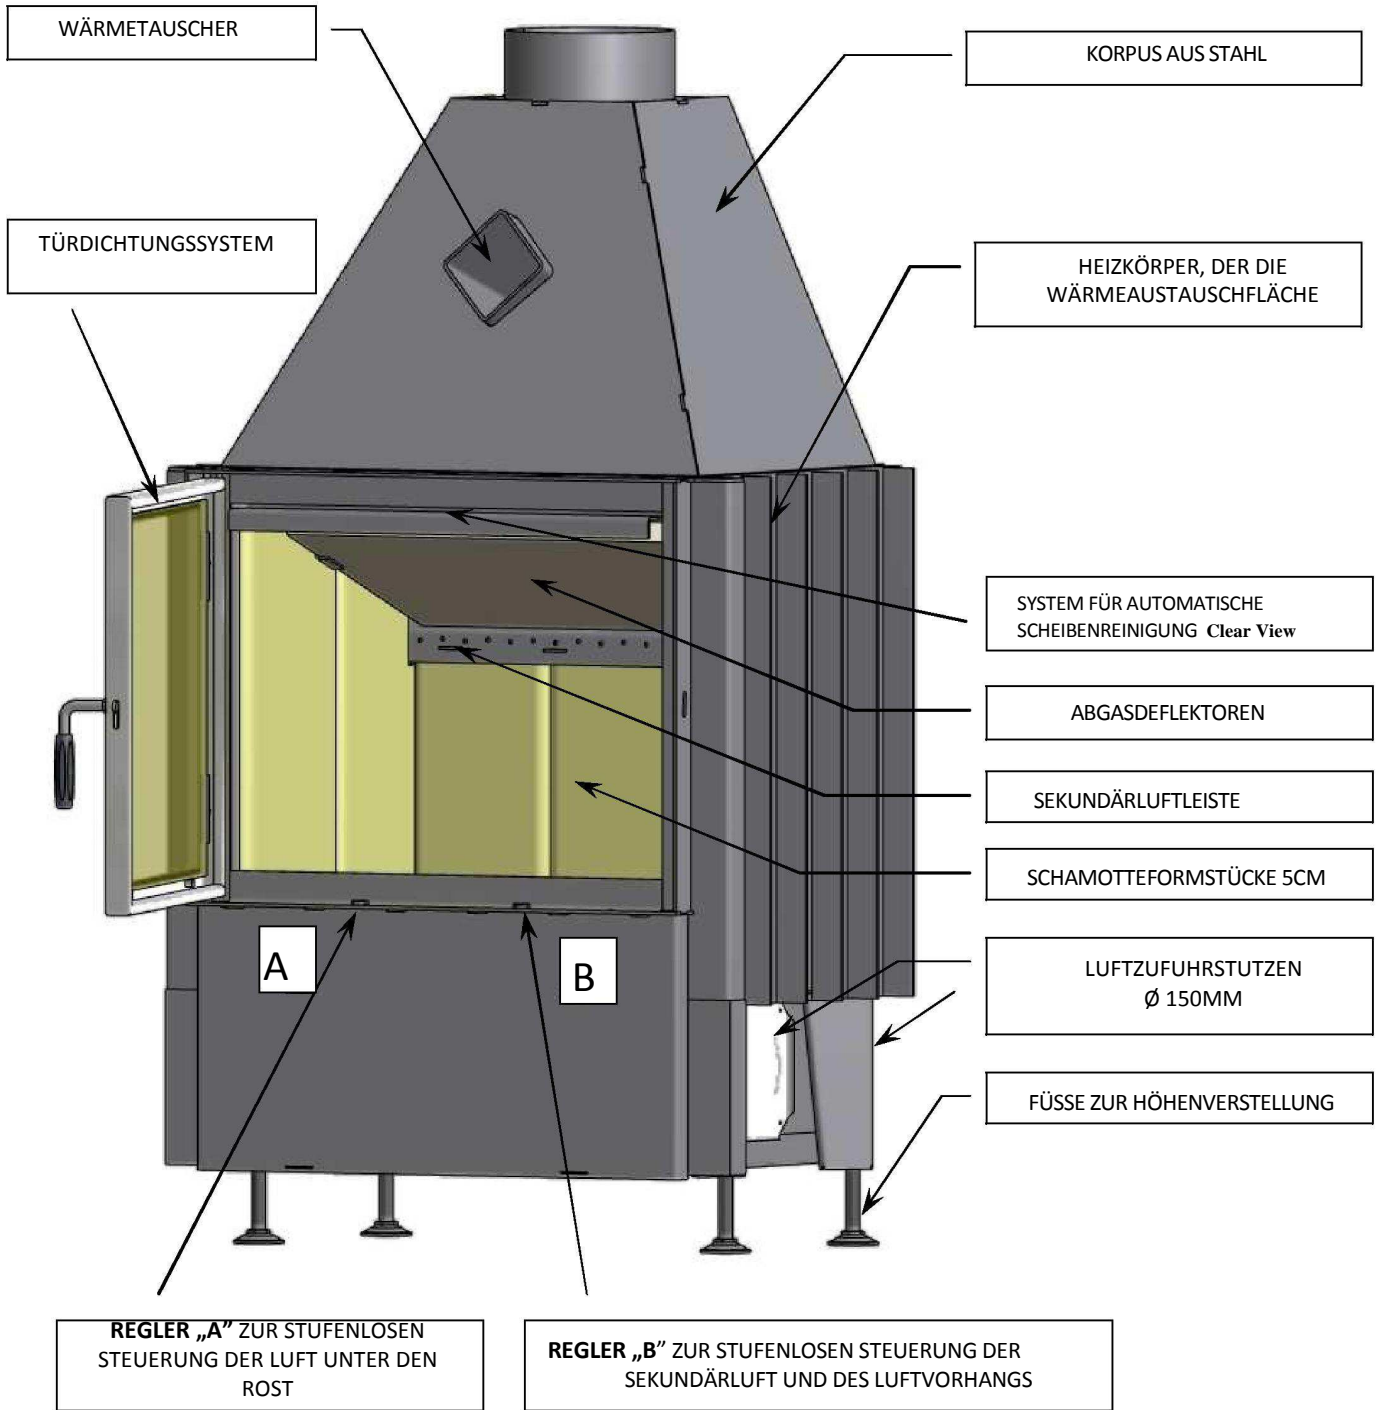

Abb. 1.1. a Aufbau eines exemplarischen Smart IV-Einsatzes
Die Schwenktür wird vor dem Ausfallen mit einem Gegensplint, der sich auf dem Bolzen zwischen der Tür und dem Rahmen auf der Scharnierseite befindet, gesichert. (Bild. 1.1)
- das ganze System sperren, indem das Sicherheitsband, das das Gegengewicht sperrt, den ganzen Weg eingedreht wird. Das Sicherheitsband befindet sich auf der linken Seite des Einsatzes, im unteren Teil des Hubwerkgehäuses (Bild. 1.1).
(Bild. 1.1)